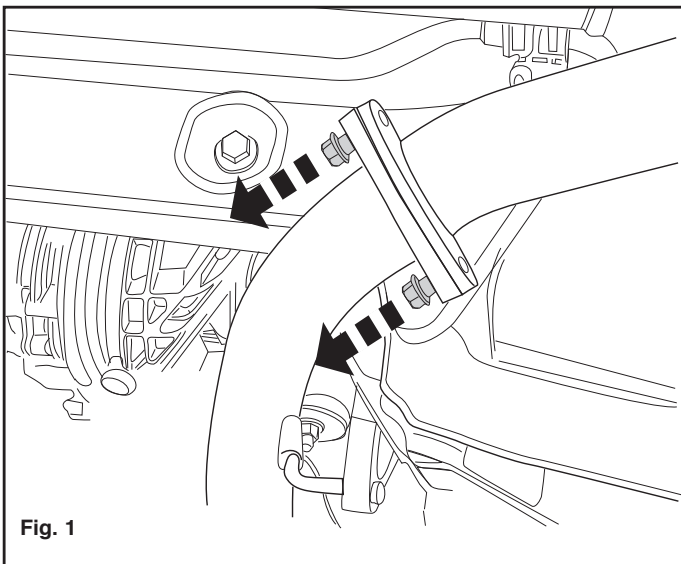
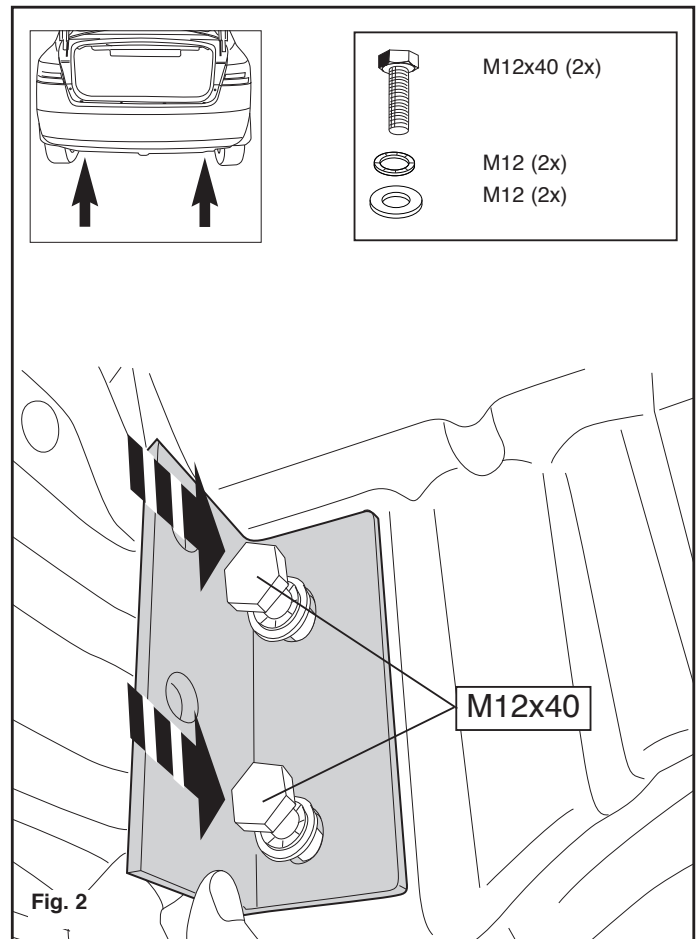

Fig. 1
Fig. 2
1. Remove the last exhaust silencer. See figure 1.
2. Remove the securing eye (L). It will no longer be needed.
1. Den hintersten Auspuff-Schalldämpfer abmontieren. Siehe Abbildung 1.
2. Die Sicherheitsöse (L) abmontieren. Diese wird nicht mehr benötigt.
3. Die Halterungen A anlegen und bei den Punkten B befestigen. Alles halbfest montieren. Siehe Abbildung 2.
1. Démontez le dernier silencieux de l'échappement. Voir la figure 1.
2. Démontez l'anneau de remorquage (G). Il ne sera plus utilisé.
1. Demonter den bageste lydpotte. Se fig. 1.
2. Demonter sejlringen (V). Denne bliver overflødig.
3. Anbring støtterne A og monter disse ved punkterne B monter det hele manuelt. Se fig. 2.
1. Zdemontować ostatni tłumik rury wydechowej. Patrz rysunek 1.
2. Zdemontować pierścień holowniczy (L). Tego nie będzie się ponownie używać.
3. Umieścić wsporniki A i umocować je w punktach B, lekko przymocować całość. Patrz rysunek 2.